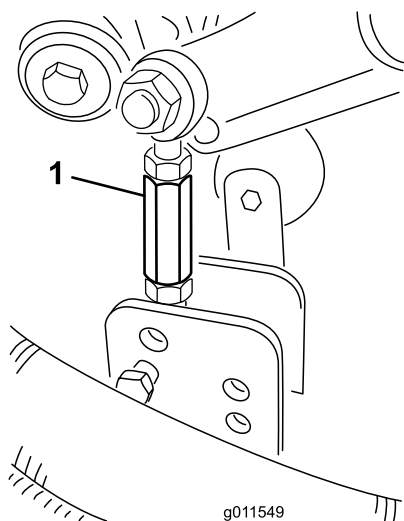

Figure 25
9. Enlevez les goupilles fendues et les axes de chape qui fixent les biellettes d'amortisseurs aux supports du plateau de coupe (Figure 25).